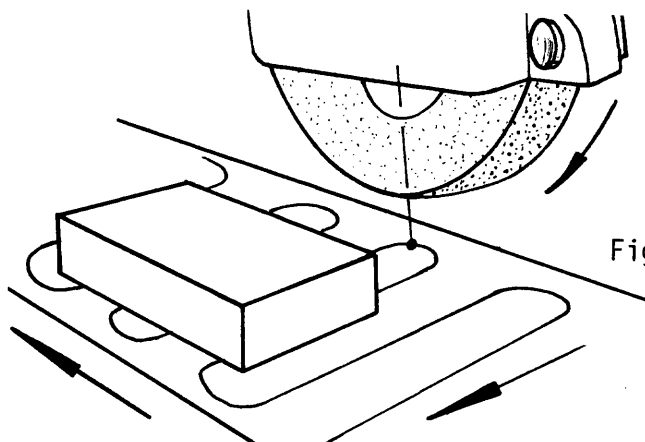

Fig. 5
- ___ c Desplace la pieza transversal y longitudinalmente hasta que libere la muela (fig. 5).